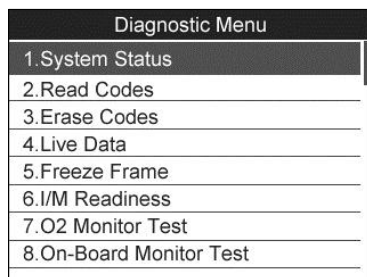

Figura 5.3
- 7) Ver un resumen del **estado del sistema** (estado MIL, los recuentos de DTC, y el monitor de estado) en pantalla. (Figura 5.1) Pulse el bot ón **ESC** y el **men ú Diagn óstico** (Figura 5.3) ser áel ganador.
- 1) Utilice el botón **arriba/abajo** desplácese para seleccionar **Leer códigos** de menú diagnóstico y oprimir el botón **OK**. (Figura 5.3)
- 1) Utilice el botón de **desplazamiento UP/DOWN** para seleccionar **Borrar Códigos de Menú Diagnósticos** y pulse el botón **OK**. (Figura 5.3)
- 1) Para ver datos en tiempo real, utilice los botones **ARRIBA / ABAJO** botón de desplazamiento para seleccionar los **datos en vivo** de **Diagnostic Menu** y pulse el botón **OK**. (Figura 5.3)